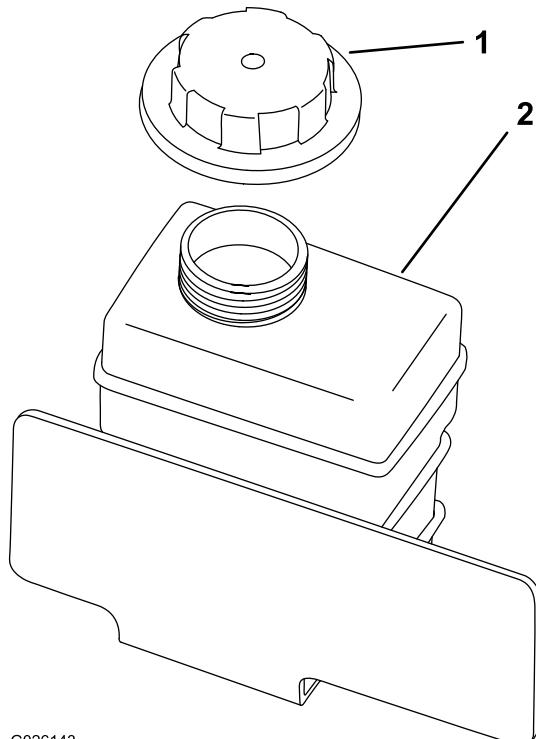

Рисунок 61
- Снимите крышку расширительного бачка (Рисунок 61).